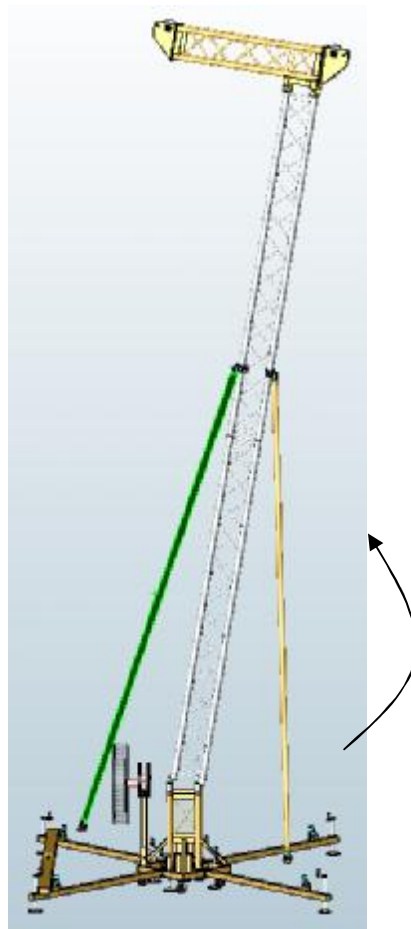

fig.12
a) Relever l'ensemble du mât de sorte à pouvoir assembler les 2 dernières charnières (rep 6) avec les manchons femelles (rep 12) du mât 1 (rep 7) (fig.12).